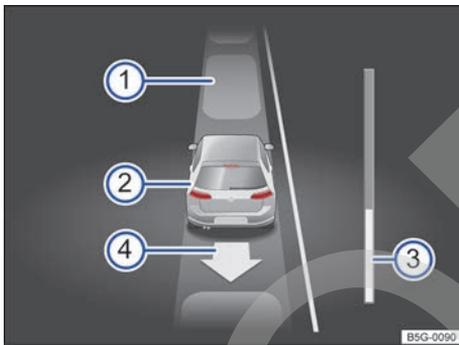

Fig. 135 En la pantalla del cuadro de instrumentos: desaparcar de un hueco en línea.
Leyenda de la **fig. 135**:
La barra de progreso → fig. 135 ③ sirve como indicación de la distancia que hay que recorrer → pág. 184.
7.	Pise el freno hasta que el sistema de aparcamiento asistido termine de girar el volante O BIEN: hasta que se apague el símbolo ④ en la pantalla del cuadro de instrumentos.